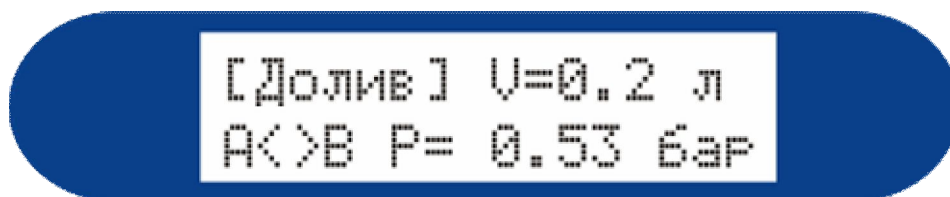

Рисунок 4
2. Нажимая кнопку  установите в верхнем левом углу дисплея надпись [ДОЛИВ] (рис. 4). Затем нажмите и удерживайте кнопку <START>, пока нужное количество жидкости из ёмкости не будет залито в АКПП. При отпускании кнопки процесс прекратится.